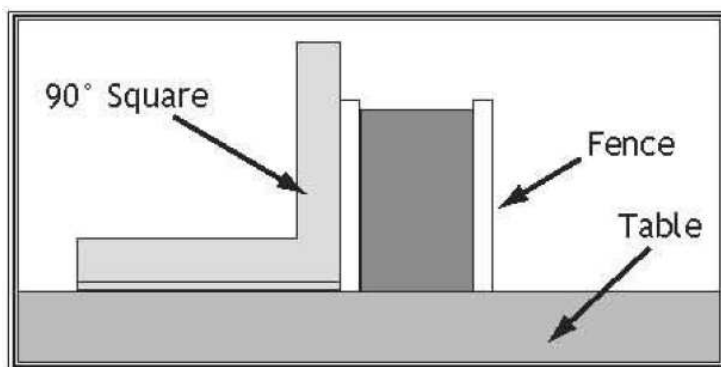

Рисунок 114. Пример проверки перпендикулярности параллельного упора к столу.
2. Приложите поверочный уголок к накладке бокового упора и проверьте перпендикулярность (см. рисунок 114).